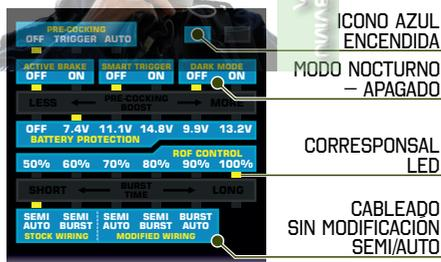

FIG 5.
2. Conecta el Módulo de Potencia **WARFET** a la Tarjeta de Programación. Los LEDs muestran todas las configuraciones actuales (Fig 5.).
3. Cuando el **ICONO AZUL** esté encendido, presta atención únicamente a la parte azul de la Tarjeta (Fig 5).